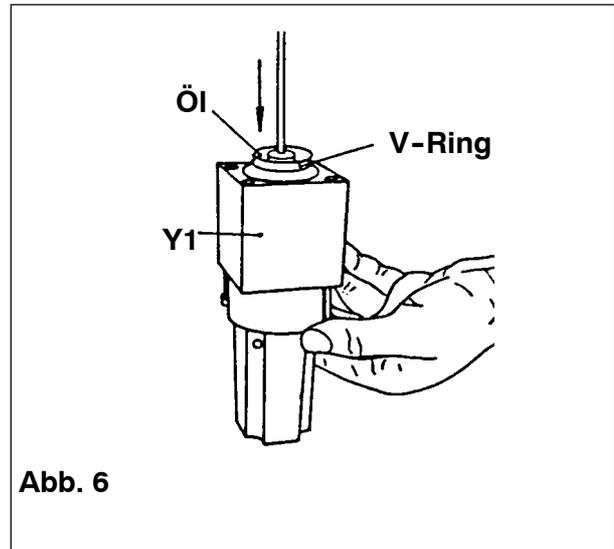

Abb. 6
23. Pumpen, bis keine Luftblasen mehr erscheinen und sanfter Lauf der Ankerachse eintritt (Abb. 6).